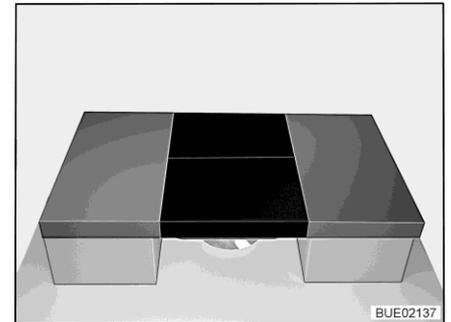

Fig. 157 Après la transformation
- Placer deux coussins supplémentaires sur la table (voir Fig. 157).